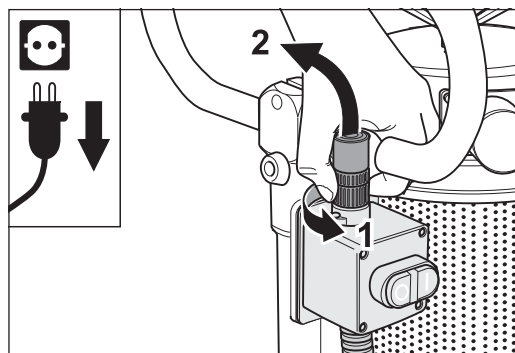

Fig. 18 Desserrez la bague fileté et dégagez la fiche du câble.
- 3 Desserrez la fiche de câble du détecteur de commutation de pression sur l'interrupteur Marche/Arrêt en tournant la bague fileté et enlevez la fiche (fig. 18).